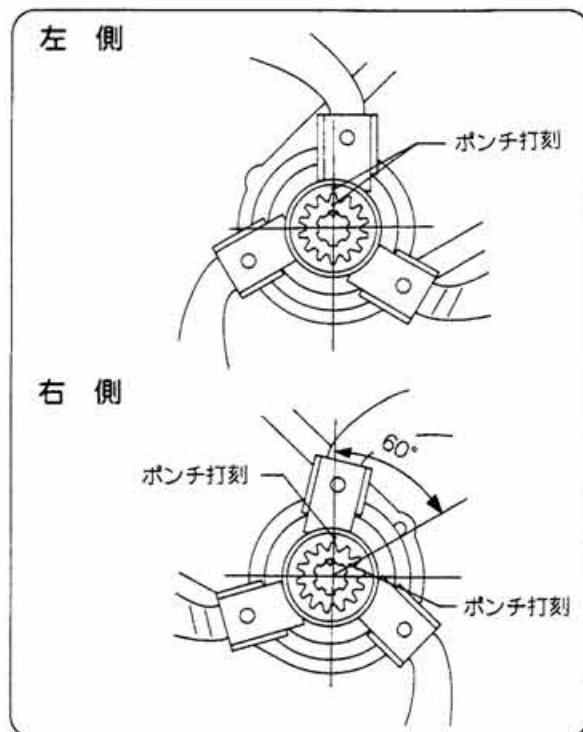

図40
- ❶ クロス刃受の組付は図40を参照にして組付けてください。